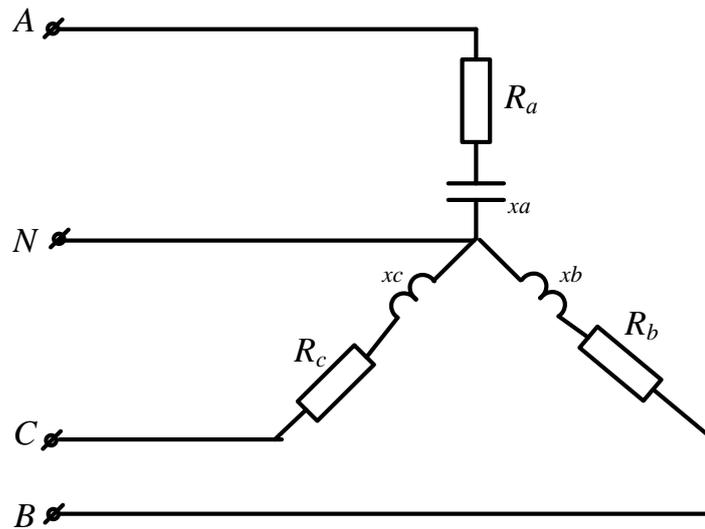

Рисунок 51
**Задача 53.** В схеме (рис.51)  $U_L=380\text{В}$ ;  $R_A=4\text{Ом}$ ;  $R_B=6\text{Ом}$ ;  $R_C=8\text{Ом}$ ;  $x_A=12\text{Ом}$ ;  $x_B=6\text{Ом}$ ;  $x_C=6\text{Ом}$ . Рассчитать фазные и линейные токи, ток нулевого провода, построить векторную диаграмму токов.